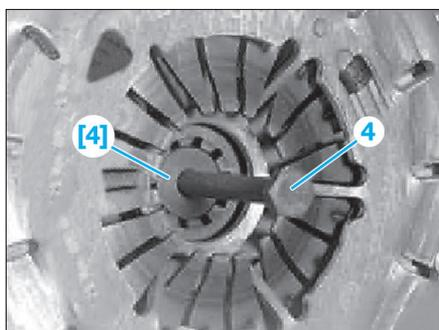

Fig. 11
- Extraire l'outil [4] de centrage du disque d'embrayage à l'aide de la vis (4) fournie (Fig.11).